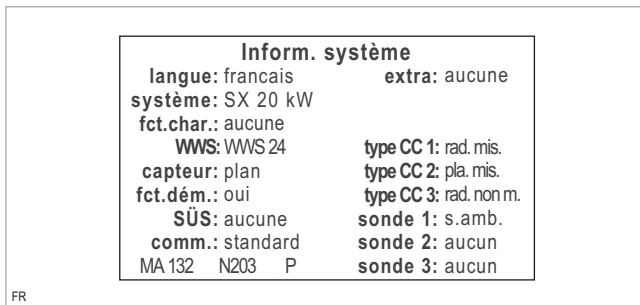

Fig. 36 : Menu « Données de système »
1. Entrez les paramètres dans le protocole d'initialisation des → *instructions de service d'installateur (H36/L35/L36/P31/P33)* en passant par le menu « **DONNÉES SYSTÈME** » (cf. → *fig. 36, p. 17*).
Une liste des composants d'installation initialisés (cf. → fig. 36, p. 17) apparaît.